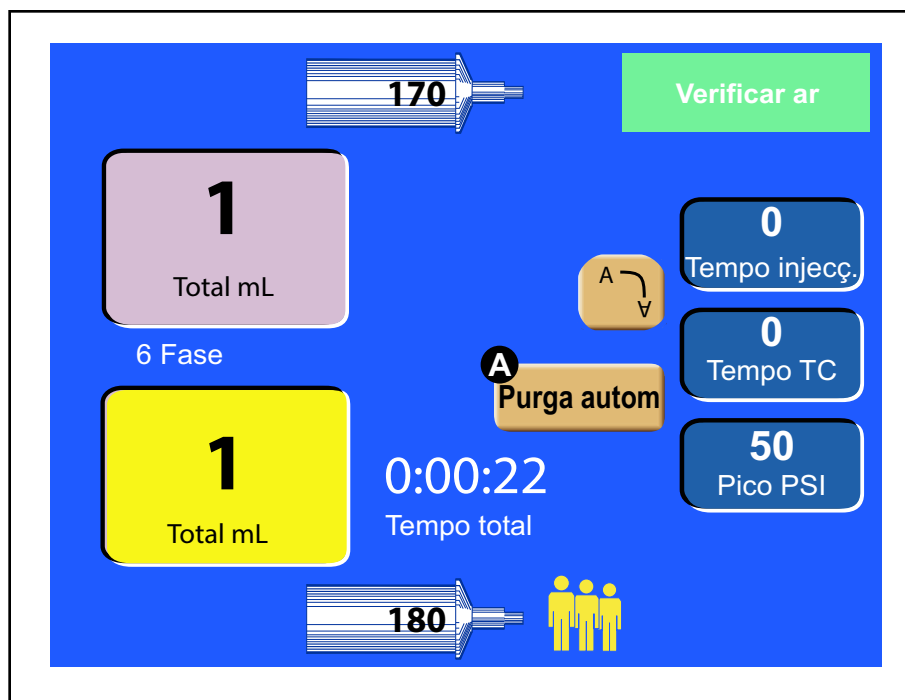

Figura 4-4-1 Tecla [Remoção automática] localizada na tela da cabeça motorizada
3. Pressione a tecla [Remoção automática] **A** localizada conforme mostrado na Figura 4-4-1. (As seringas devem estar enchidas automaticamente e a cabeça motorizada deve estar na posição vertical para que a tecla [Remoção automática] fique ativa.) O console será travado e exibirá a mensagem "Auto Purge is in process at the Powerhead." (Purga automática em andamento na cabeça motorizada). **OBSERVAÇÃO:** o "Primeiro lado a remover" é selecionado na tela Configuração. Se ambos os lados (A e B) contiverem uma seringa, mas o protocolo tiver somente um lado programado, apenas aquele pistão será movido.